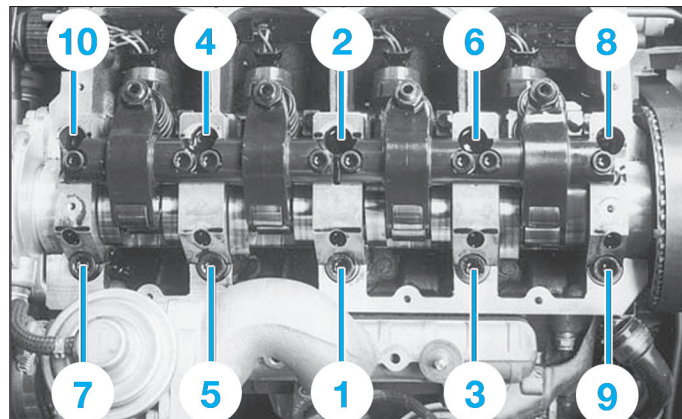

Fig. 43
- Desserrer progressivement et dans l'ordre inverse du serrage prescrit les vis de fixation de la culasse puis les dégager (Fig.43).
- Serrer les vis de culasse en respectant l'ordre et le couple de serrage prescrits (Fig.43).